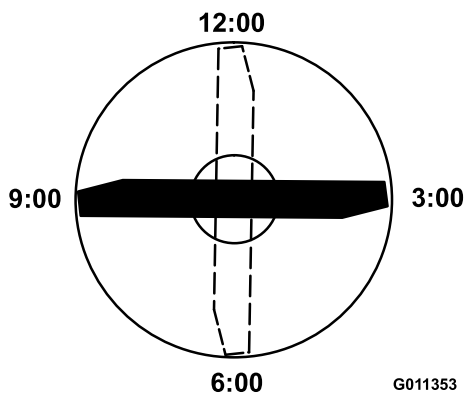

Рисунок 74
- Установите режущую кромку отмеченного конца ножа в положение «12 часов» (строго прямо по направлению скашивания) (Рисунок 74) и измерьте высоту от стола до режущей кромки ножа.
- Поверните отмеченный конец ножа в положения «3 и 9 часов» (Рисунок 74) и измерьте значения высоты.